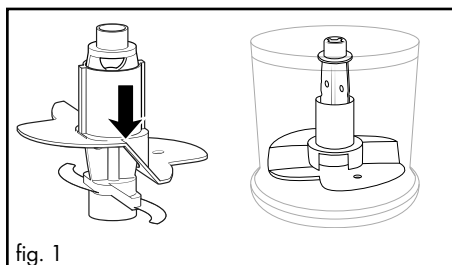

fig. 1
- Pentru 100 ml de frișcă introduceți paletel **10** pe suportul cuțitului **5**, astfel încât acestea să se sprijine pe ambele cuțite **7** și să se fixeze (fig. 1):